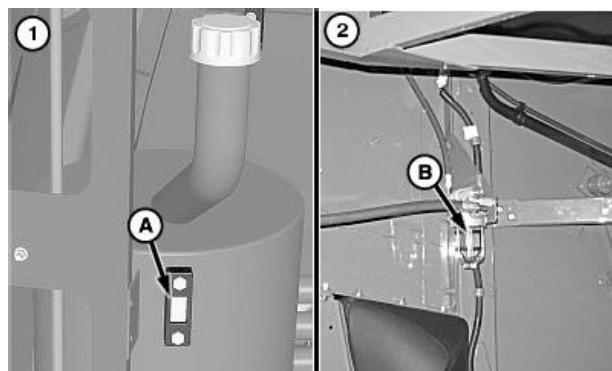

Рис.4.42 – Рівень оливи в гідросистемі (1) та паливний фільтр попередньої очистки (2)
8. Олива гідростатична/гідравлічна. При опущеній похилій камері рівень оливи повинен бути в верхній частині оглядового вікна А (рис.4.42). При необхідності додати оливу.
9. Паливний фільтр попередньої очистки (В) (рис.4.42). Якщо візуально помітні відкладення на сітці, то фільтр потрібно очистити. Закрити відсікаючий клапан паливного баку. Зняти фільтр та очистити сітку.
Встановити сітку, фільтр та відкрити відсікаючий кран паливного баку для заповнення (рис.4.42).